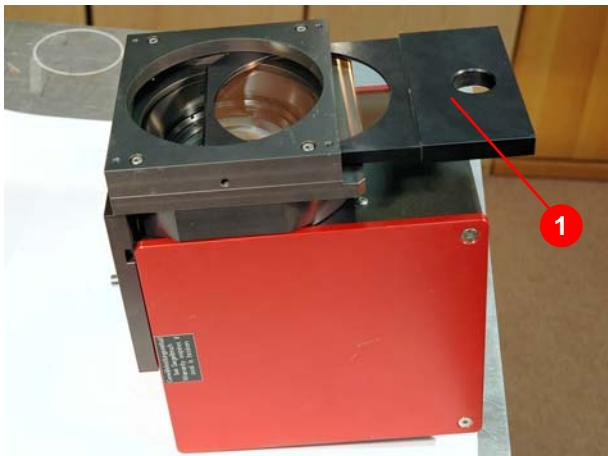

Abbildung 8.5 Schutzglas herausziehen
6. **Schutzglasschieber:** Schutzglas (1) (Abbildung 8.5) herausziehen.